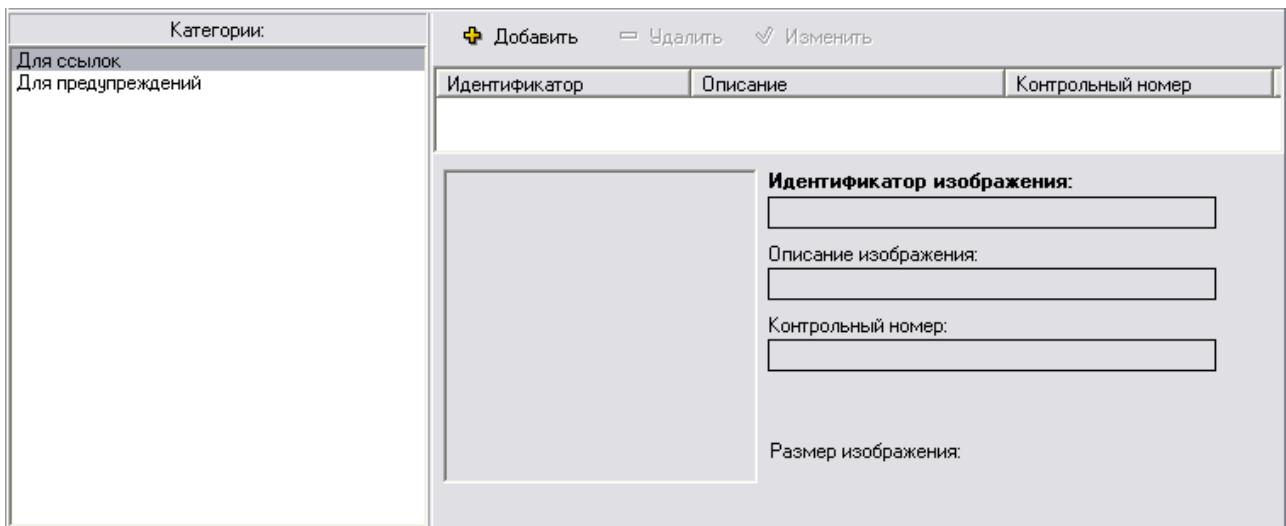

Рис. 6.5
1. В редакторе изображений в окне **Категории** выберите категорию, для которой создается изображение, например, «Для ссылок» (Рис. 6.5).